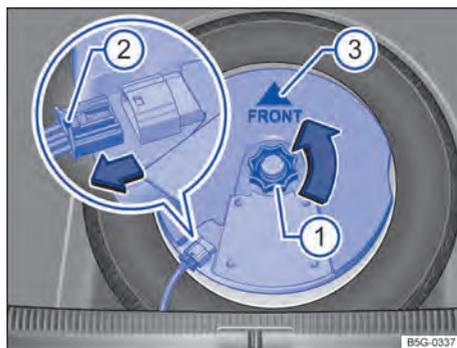

Fig. 214 No compartimento de bagagem: remover o subwoofer (variante 2).
- Desrosquear o manípulo ⇒ Fig. 214  no sentido anti-horário (seta).
- Colocar o subwoofer cuidadosamente no caixa do aro. A ponta do símbolo da seta “FRONT” ⇒ Fig. 214  deve indicar para frente no subwoofer.